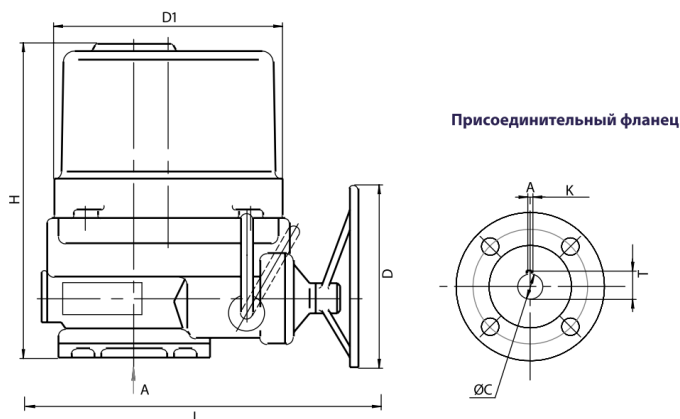

Рис. 1
Основные габаритные характеристики электроприводов тип QT представлены в таблице 3, на рис. 1., присоединительные размеры приведены в таблице 4, на рис. 1.
1.3.1. Основные элементы конструкции электропривода приведены на рис. 1.